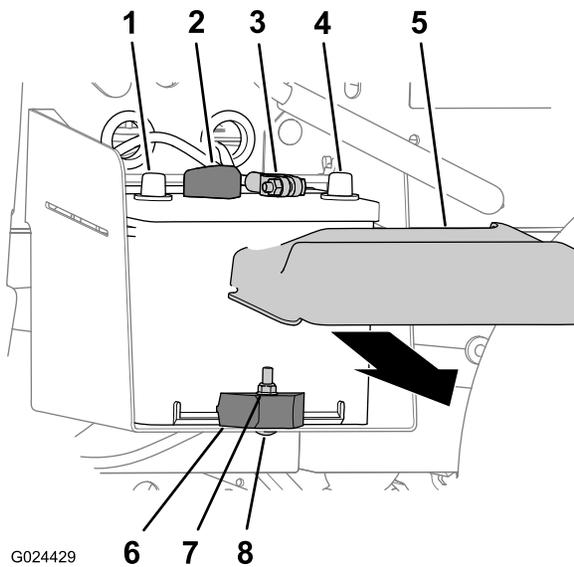

图 52
1. 挤压电池盖的侧面从电池顶部取下电池盖 图 52。
2. 将负极电池接线与电池的端子断开 图 52。
3. 将正极电池接线与电池的端子断开 图 52。
2. 卸下将电池固定到电池托盘的锁紧螺母、托架螺栓和电池夹 图 52。
3. 从电池托盘中取出电池 图 52。
1. 将电池与机器的电池托盘对齐 图 52。
注意 如 图 52 所示确保电池的正极和负极对齐。
2. 用电池夹、托架螺栓和锁紧螺母将电池固定到电池托盘 图 52。
1. 将正极电池接线连接到电池的端子 图 52。
2. 将负极电池接线连接到电池的端子 图 52。
3. 将电池盖安装到电池的顶部 图 52。